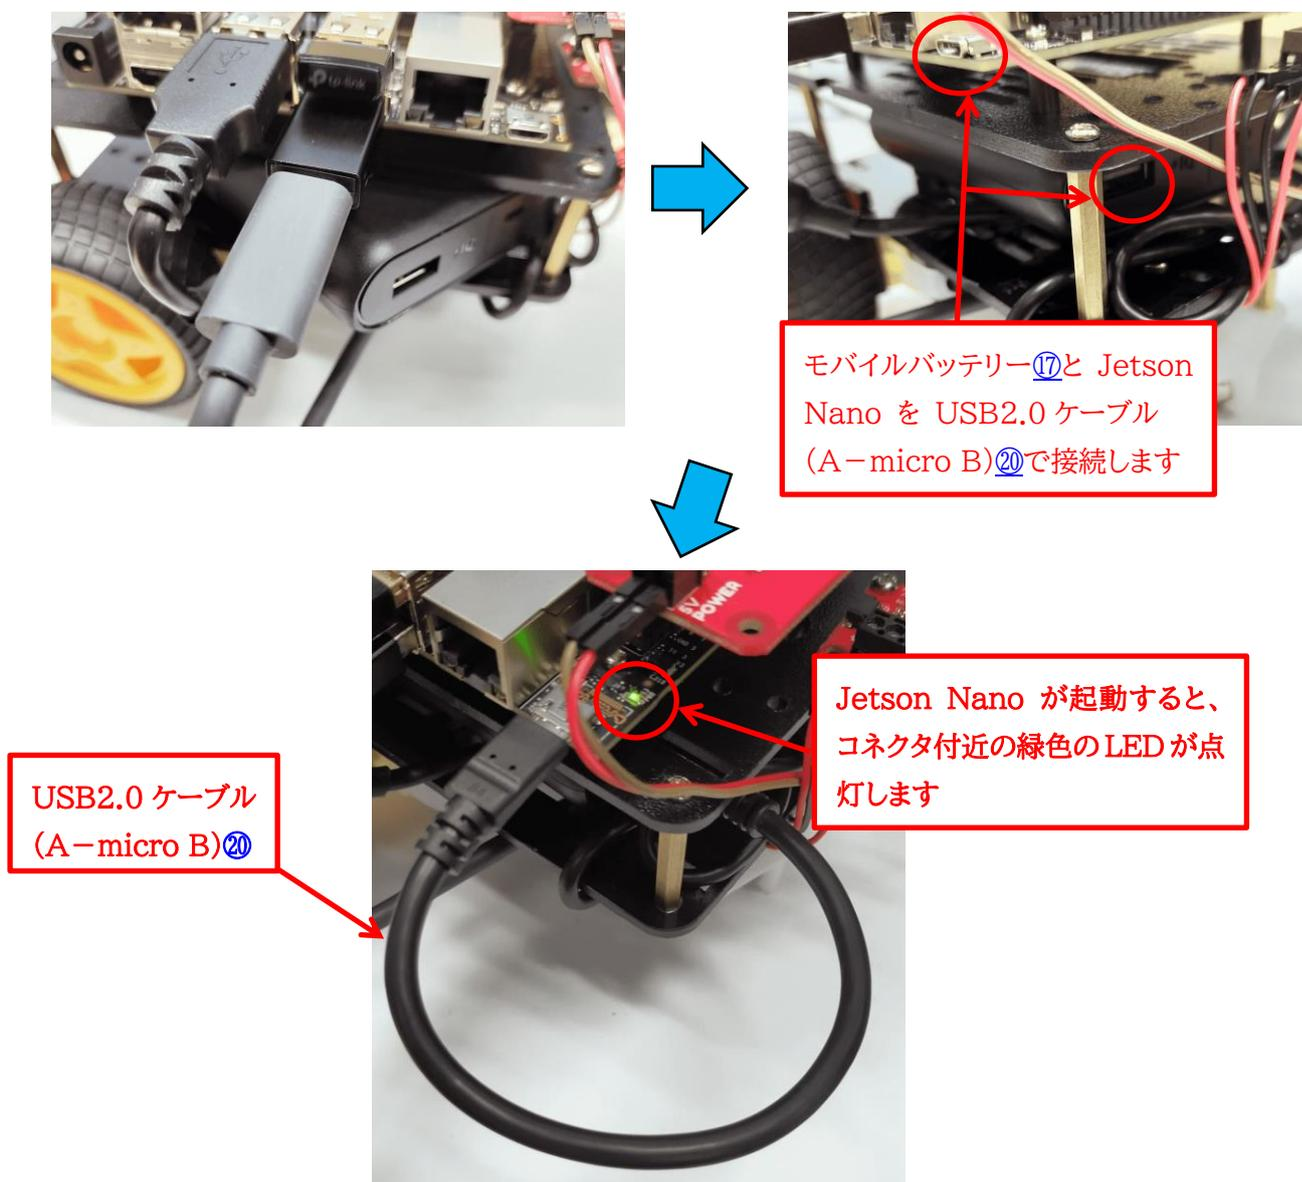
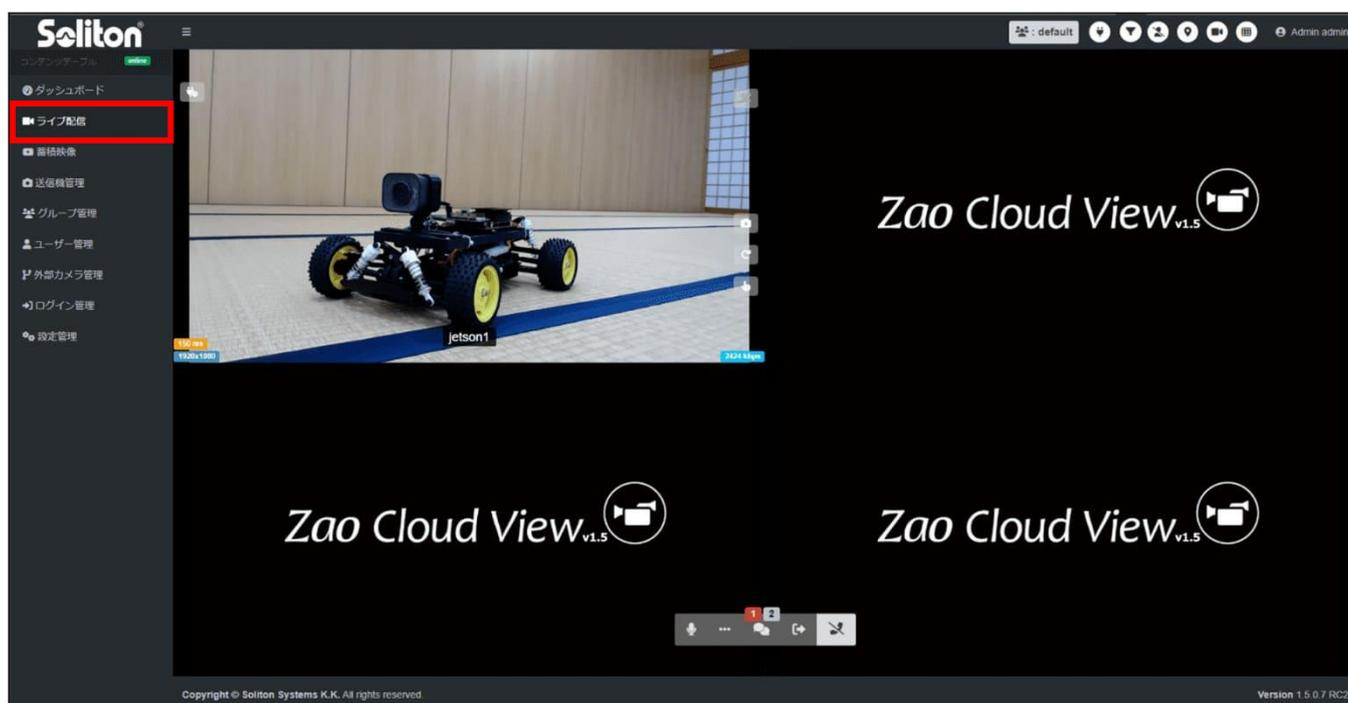

図 2-22 モバイルバッテリーの接続
図 3-4 ライブ配信画面
モバイルバッテリー⑰を上部プレートと下部プレートの間におきます。モバイルバッテリーをmicroUSB ケーブル⑳で、図 2-22 のように Jetson Nano と接続します。モバイルバッテリーが充電されていれば、接続時に Jetson Nano が起動します。Jetson Nano が起動するとコネクタ付近の緑色の LED が点灯します。
- ラジコンカーの Jetson Nano の電源をOnした後(Jetson Nano の電源 On については、図 2-22 を参照)、Zao Cloud View のライブ配信を選択するとラジコンカーから送信された映像が図 3-4 のように表示されます。
2. 図 2-22 のようにモバイルバッテリーを接続して、ラジコンカーの電源を On し、ライブ配信を開始します。
1. 図 2-22 で説明しているモバイルバッテリーと Jetson Nano の接続を一旦、外して電源を Off にします。
4. モバイルバッテリーと Jetson Nano を再度、図 2-22 のように接続して電源を On にします。